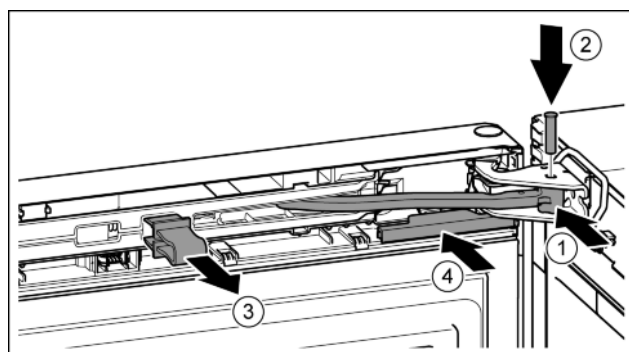

Fig. 48
- ▶ Поверніть шарнір в опорному кронштейні. Fig. 48 (1)
- ▶ Встановіть гвинт в опорний кронштейн та шарнір. При цьому виступ фіксатора повинен займати правильне положення в пазу. Fig. 48 (2)
- ▶ Зніміть запобіжник. Fig. 48 (3)
- ▶ Насуньте кришку. Fig. 48 (4)